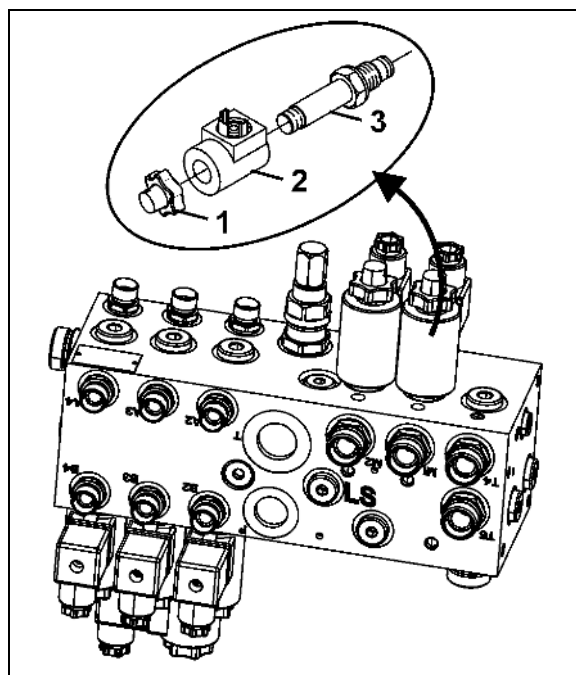

Bild 59
2. Skruva loss magnethättan (Bild 59/1)
3. Ta av magnetspolen (Bild 59/2)
4. Dra ut ventilspindeln (Bild 59/3) med ventilsäten och rengör med tryckluft eller hydraulikolja.